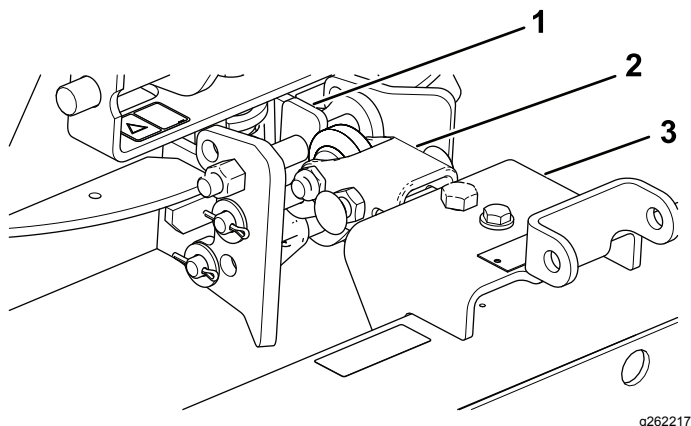

図 10
1. ヒッチアセンブリを、平らな側が上になるようにして取り付ける 図 10。
2. 牽引バーをハンガーアセンブリの下側に組み付ける 図 10。